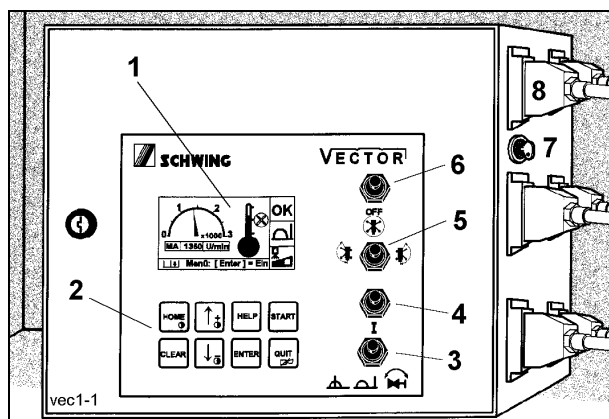

Fig. 2
- Ponga el conmutador selector 3 (Fig. 2) en la posición  "Mando directo".